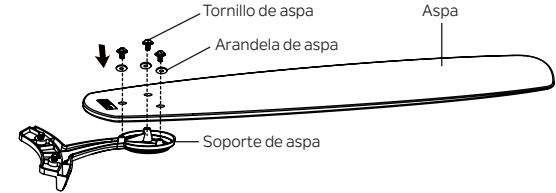

Figura 18
**Paso 1.** Fije el aspa al soporte del aspa usando tres tornillos para aspa y tres arandelas que se encuentran en el paquete de accesorios como se muestra. No apriete los tornillos de las aspas hasta que haya atornillado todos los tornillos. Luego, apriete cada tornillo comenzando con el tornillo central. (Figura 18)